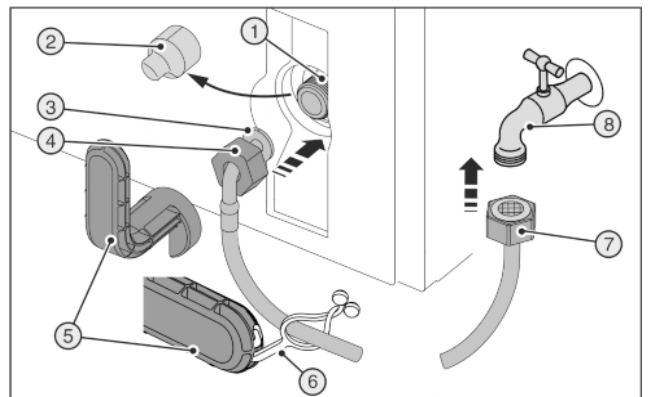
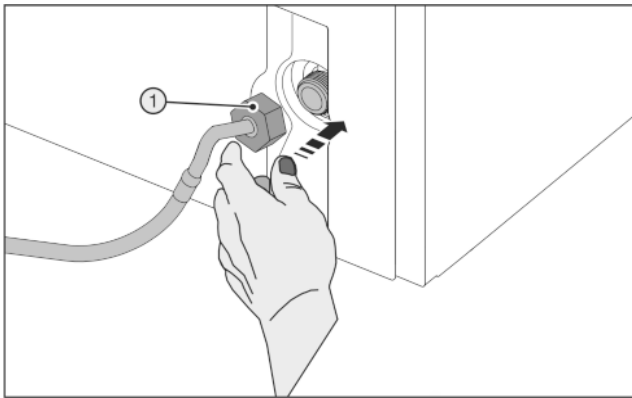

Fig. 48
Fig. 49
Сломанный вспомогательный инструмент Fig. 48 (5)!
- ▶ Вспомогательный инструмент Fig. 48 (5) использовать только при комнатной температуре.
- ▶ Снять крышку Fig. 48 (2).
- ▶ Облегченный монтаж: Выложить прямой конец шланга Fig. 48 (7) влево на землю.
- ▶ До конца сдвинуть гайку Fig. 48 (4) через конец шланга в виде угла Fig. 48 (3) и удерживать.
- ▶ Осторожно одеть гайку Fig. 49 (1) и накрутить на резьбу двумя пальцами до обеспечения надежной посадки.
- ▶ Затяните гайку Fig. 49 (1) с помощью вспомогательного инструмента Fig. 48 (5) по часовой стрелке, пока не будет достигнут максимальный момент затяжки и вспомогательный инструмент Fig. 48 (5) начнет прокручиваться.
- ▶ Навинтить гайку Fig. 48 (7) на запорный кран Fig. 48 (8).
- ▶ Затяните гайку Fig. 48 (7) с помощью вспомогательного инструмента Fig. 48 (5) по часовой стрелке, пока не будет достигнут максимальный момент затяжки и вспомогательный инструмент Fig. 48 (5) начнет прокручиваться.
- ▶ Откройте запорный кран Fig. 48 (8) системы подвода воды и проверьте герметичность всей водяной системы.
- ▶ Зацепить накладку Fig. 48 (6) в вспомогательном инструменте Fig. 48 (5) и для хранения закрепить на шланге из высококачественной стали.